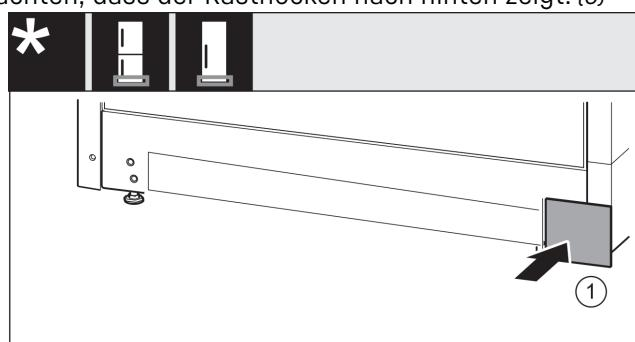

Fig. 35
- ▶ Abdeckung auf der anderen Seite wieder aufsetzen. Fig. 35 (1)